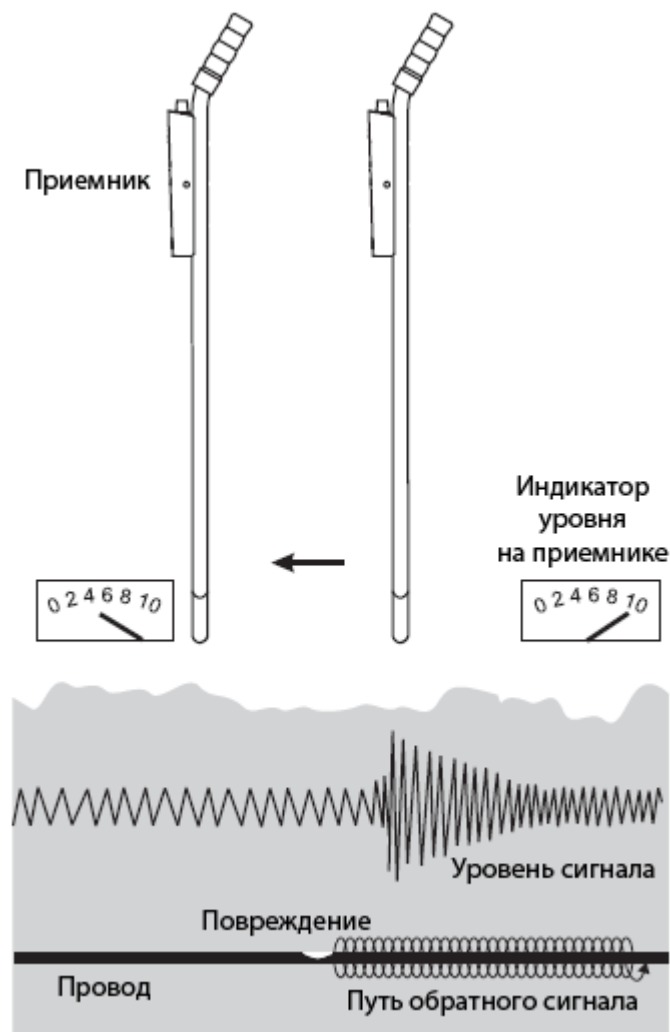

Рисунок 4 – Поиск места повреждения провода
- Большие частичные повреждения провода можно находить почти так же, как его обрывы. Следуйте нулевому сигналу над кабелем и сильному сигналу по его сторонам, пока сигнал по бокам провода не станет очень слабым. Подобное уменьшение произойдет на очень коротком расстоянии. Передаваемый сигнал уходит в землю в месте повреждения, после чего возвращается к заземляющему стержню за пределами самого провода. Большая часть сигнала не проходит за место повреждения провода, что выражается в снижении получаемого приемником сигнала за этим местом (смотрите рисунок 4).